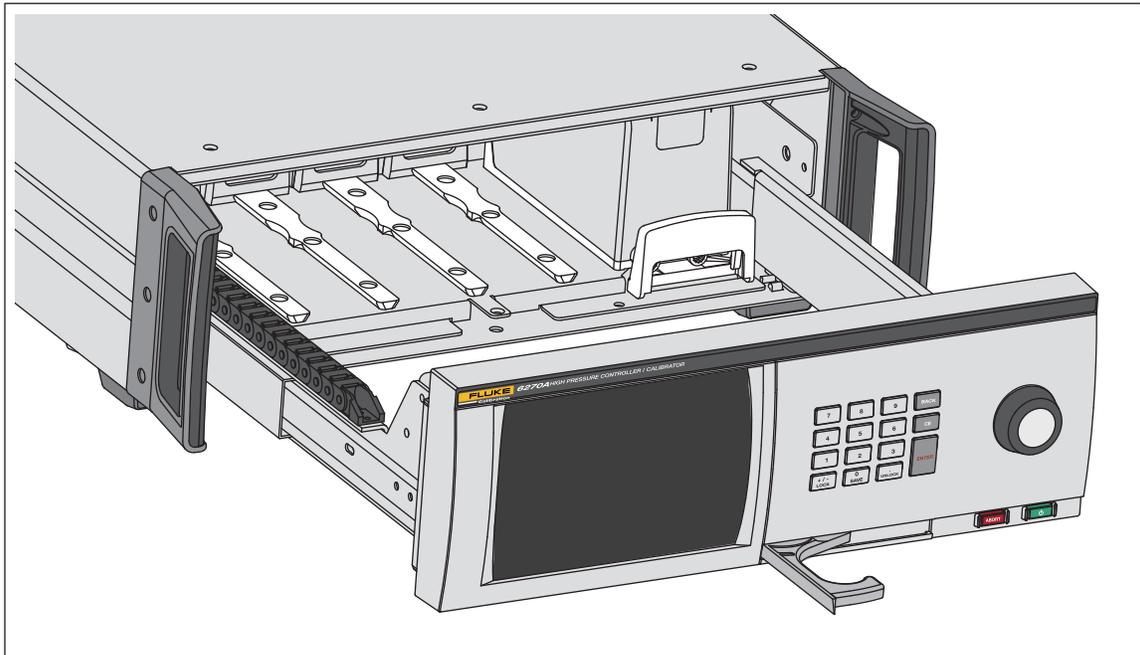

图 4.PCM 安装
5. PCM 位于模块托架的最右侧。将 PCM 底部的轨道和模块托架内的 PCM 插槽对齐。参见图 4。